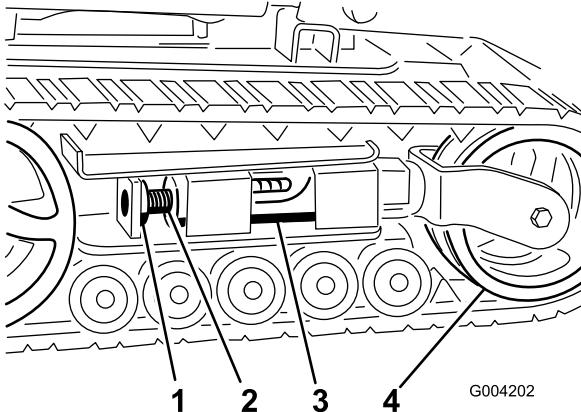
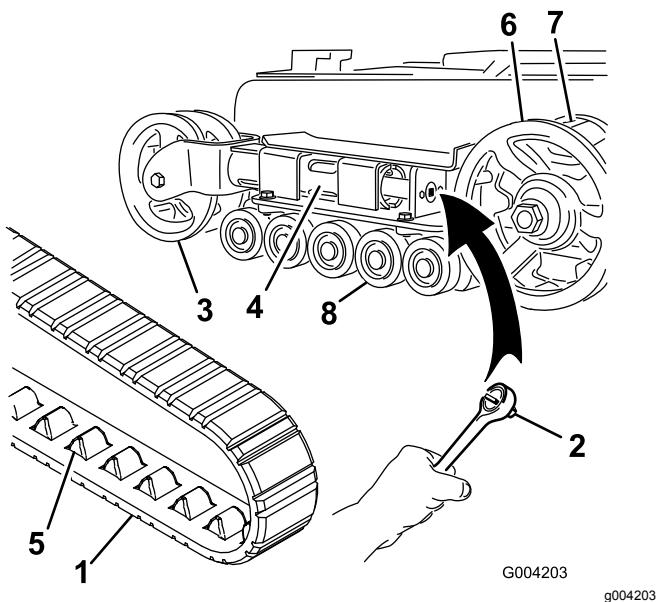
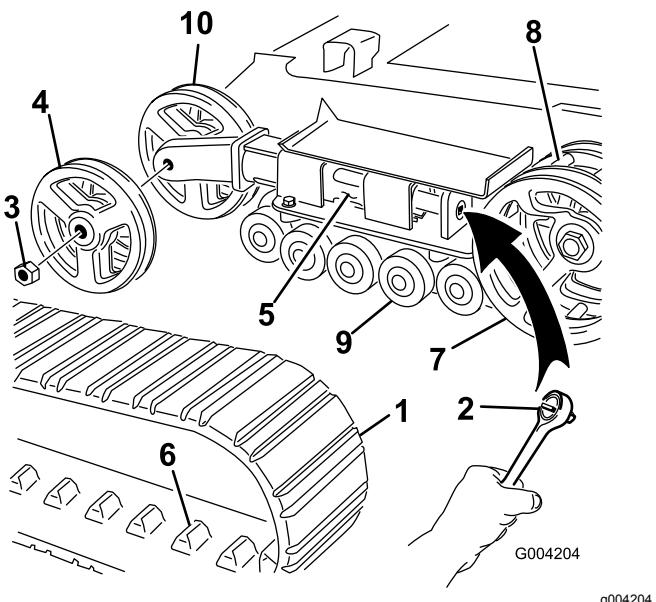

Рисунок 47
Рисунок 48
Рисунок 49
4. Отвинтите зажимной болт и гайку (Рисунок 47).
6. Совместите ближайшую выемку в натяжном винте с отверстием в зажимном болте и закрепите винт при помощи зажимного болта и гайки (Рисунок 47).
Примечание: Если передние натяжные колеса установлены в вилке на конце натяжной трубы, на вашей машине установлены узкие гусеницы. (Рисунок 48).
вращая натяжной винт по часовой стрелке (Рисунок 47 и Рисунок 48).
Примечание: Если передние натяжные колеса установлены на конце натяжной трубы с боковых сторон, на вашей машине установлены широкие гусеницы (Рисунок 49).
5. Используя ключ с храповым механизмом на $\frac{1}{2}$ дюйма, ослабьте натяжение привода, вращая натяжной винт по часовой стрелке (Рисунок 47 и Рисунок 49).
6. Надавите на натяжное колесо в направлении задней части блока, чтобы придвинуть натяжную трубу к раме (Рисунок 48). Если она не касается каркаса, продолжайте вращать натяжной винт до тех пор, пока трубка вилки не приблизится вплотную к каркасу.
8. Когда гусеница будет снята с натяжного колеса, снимите ее с ведущей звездочки и опорных катков (Рисунок 48).
9. Сначала установите новую гусеницу на ведущую звездочку. Звенья гусеницы должны находиться между зубьями звездочки (Рисунок 48).
10. Протолкните гусеницу под опорные катки и одновременно между ними (Рисунок 48).
6. Надавите на натяжное колесо в направлении задней части блока, чтобы придвинуть натяжную трубу к раме (Рисунок 49).
7. Отвинтите гайку, которая крепит внешнее натяжное колесо, и снимите колесо (Рисунок 49).
8. Снимите гусеницу (Рисунок 49).
9. Отвинтите гайку, которая крепит внутреннее натяжное колесо, и снимите колесо (Рисунок 49).
13. Установите внутреннее натяжное колесо и закрепите его отвинченной ранее гайкой (Рисунок 49).
15. Установите новую гусеницу на ведущую звездочку. Звенья гусеницы должны находиться между зубьями средней части звездочки (Рисунок 49).
16. Установите внешнее натяжное колесо и закрепите его отвинченной ранее гайкой (Рисунок 49).
6. Поместите наполненный смазкой колпачок опорного катка поверх головки болта (Рисунок 48).
7. Закрепите колпачок опорного катка стопорным кольцом (Рисунок 48).